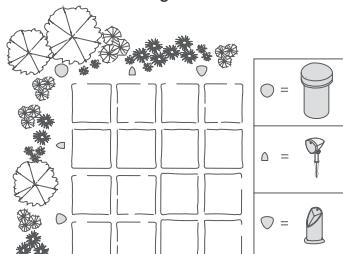

Figure 2
- Combiné avec enceintes semi-enterrées de la série BL Definitive Technology et/ou un subwoofer LS-80 ou LS-100 (voir Figure 2)